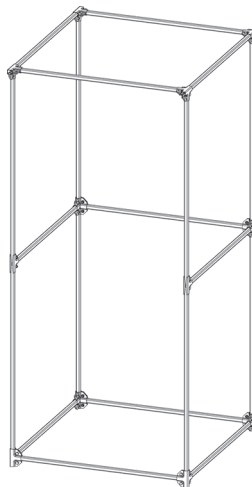

Рисунок 12 – Предварительная фиксация конструкции верхнего уровня
12. Предварительно зафиксировать собранные позиции из «Стойки горизонтальные» с помощью позиции «Скоба крепежная А5 х 4» в количестве 4 шт., фиксируемой с помощью позиции «Болт DIN933 М8х20 оцинк.» в количестве 16 шт. и позиции «Гайка DIN934 М8 оцинк.» в количестве 16 шт. (см. Рисунок 12);